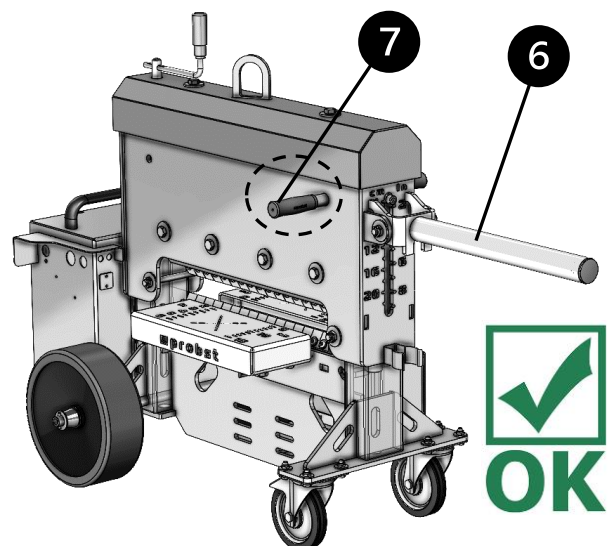

Fig. 2
- Pour ce faire, le levier de transport ⑥ doit être placé en position horizontale. → Fig. 2